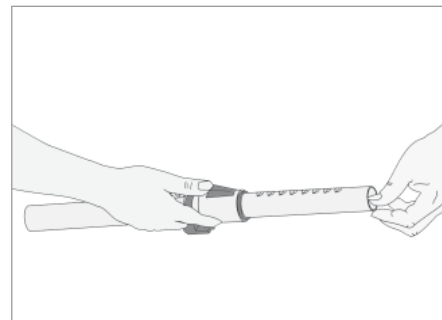

Fig. 3
Inserire il tubo telescopico sull'impugnatura e installare successivamente l'accessorio aspiratore per fessure con spazzolino (I). Una volta inserito l'accessorio, è possibile estendere il tubo telescopico agendo sulla relativa leva a scatto (FIG. 3) fino alla lunghezza desiderata. Rilasciare la leva per fissarne la lunghezza desiderata.